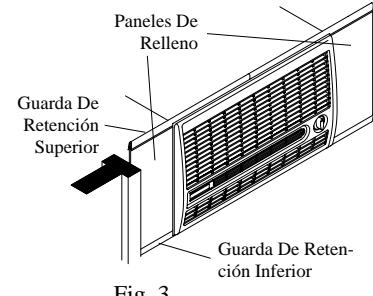

Fig. 3
- **Instale las guardas de retención.** Coloque dos guardas de retención en la parte inferior de la pestaña del cuello y ajústelas al ancho de la ventiana. Corte las guardas si es necesario. Estas sujetan a los paneles de relleno (fig. 3).